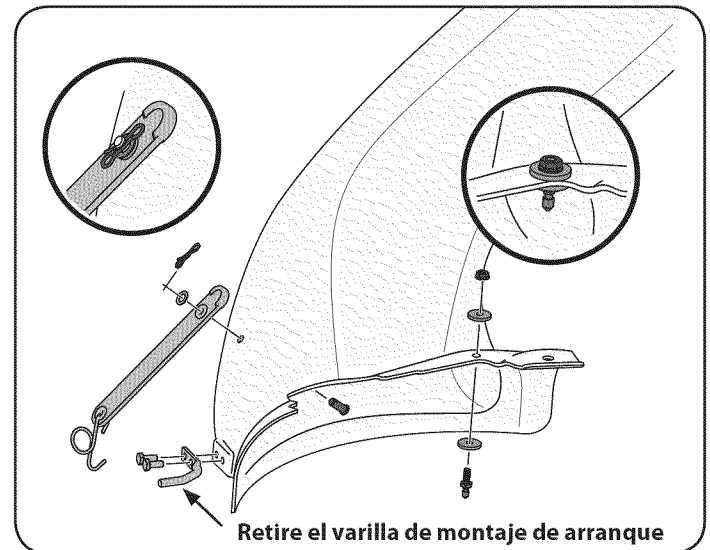

Figure 45
1. Instale la correa de conducto de goma, del paquete de tornillería 689-00313, en el codo de conducto utilizando el pasador de horquilla (711-05063), la arandela (736-0204) y pajarita pasador (714-04040) del paquete de tornillería 689-00313. Vea la Figure 45. Sujete el extremo de la correa utilizando el agujero más alejado del final, inserte el gancho de resorte de torsión (732-04510A) en el otro extremo.
Nota: En cubiertas con ruedas frontal de la plataforma, la varilla de soporte de arranque debe ser removida para instalar este codo de conducto de descarga en el tractor. Vea la Figure 45.
2. Instale el pasador de montaje de la cubierta (711-05049) hasta en el codo de conducto con dos arandelas planas (936-0176) del paquete de tornillería 689-00313 y asegúrela con una tuerca con brida (912-3027), como se ve en la Figure 45.